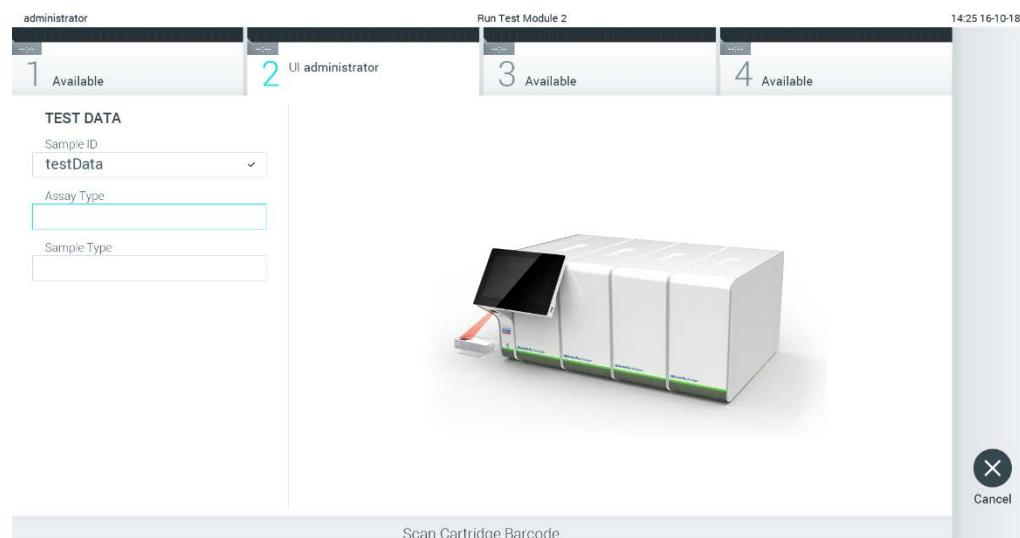

Figura 24. Scanarea codului de bare al cartușului de test QIAstat-Dx.
3. Atunci când vi se solicită acest lucru, scanăți codul de bare al cartușului de test QIAstat-Dx pe care îl veți folosi. QIAstat-Dx Analyzer 1.0 recunoaște automat testul care trebuie rulat, în funcție de codul de bare al cartușului de test QIAstat-Dx (Figura 24).